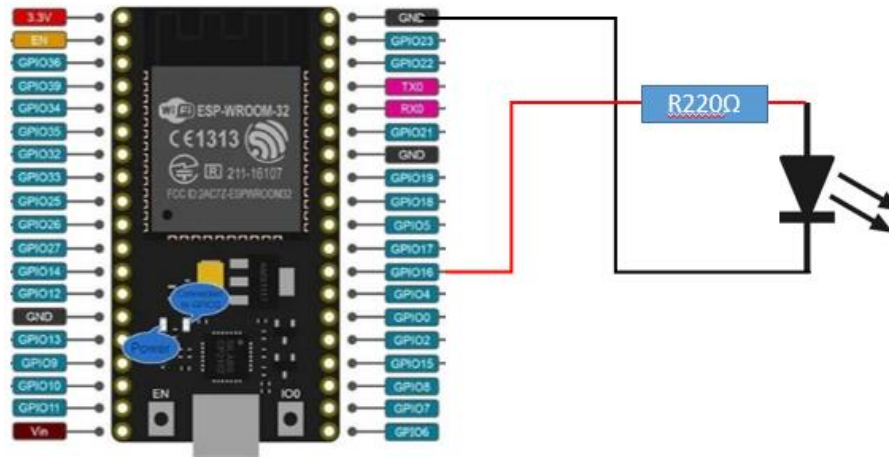

Ilustración 4.2 – Diagrama a implementar
4.1 Implementar el circuito del diagrama que se muestra en la *Ilustración 4.2*